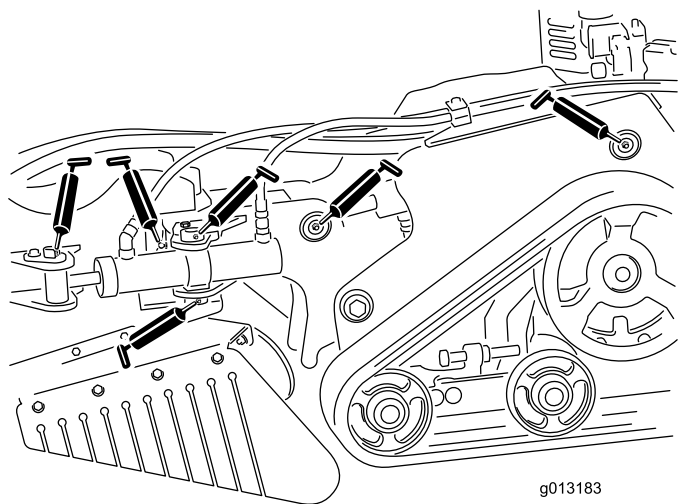
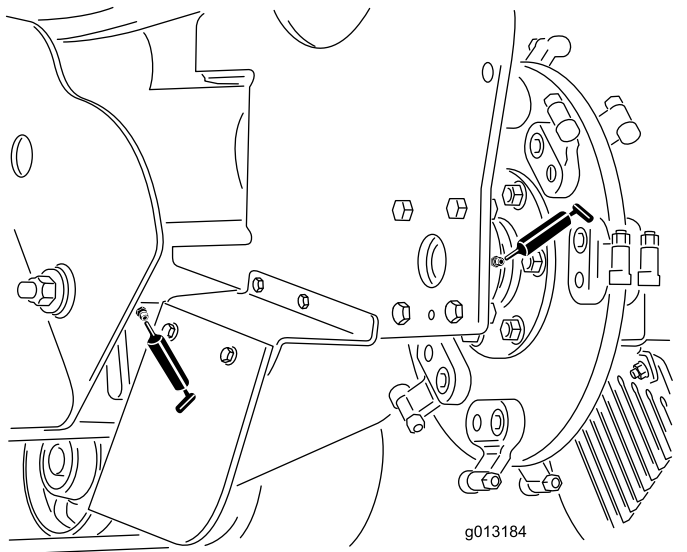

Figura 24
Figura 25
4. Collegate un ingrassatore a pressione a ciascun ingrassatore (Figura 24 e Figura 25).